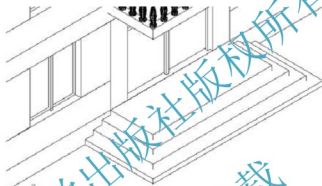
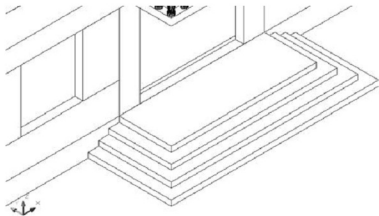

图 6.61 被拉伸后的台阶
图 6.62 进行布尔运算后的台阶
- (2) 用相同的方法拉伸 3 个矩形:中间的 2 个矩形分别向 Z 轴正方向拉伸 450mm 和 300mm,最外侧的矩形向 Z 轴正方向拉伸 150mm,结果如图 6.61 所示。
- (1) 执行菜单栏中的【修改】|【实体编辑】|【合并】命令，进行布尔运算。
- (2) 在选择对象：提示下，选择刚才拉伸的全部台阶。
- (3) 按 Enter 键结束命令，结果如图 6.62 所示。对比图 6.61 和图 6.62 中台阶显示的区别。